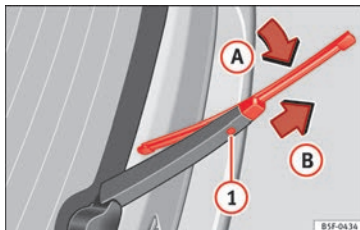

Fig. 83 Cambio de la escobilla de la luneta trasera.
- Rote la escobilla ligeramente » » **fig. 83** (flecha **A**).